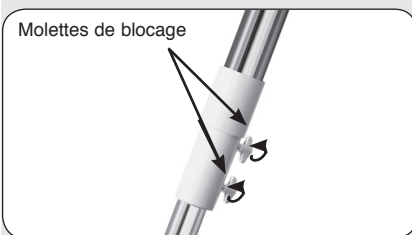

Fig. 11: Réglage du trépied en hauteur
- Réglage de la hauteur du trépied: réglez la hauteur du trépied à votre convenance en desserrant les molettes papillons de blocage des jambes du trépied (Fig. 11). Étirez ou raccourcissez la section télescopique intérieure de chaque jambe à la longueur désirée. Resserrez ensuite chaque molette. Préférez une hauteur qui rende l'observation plus confortable.